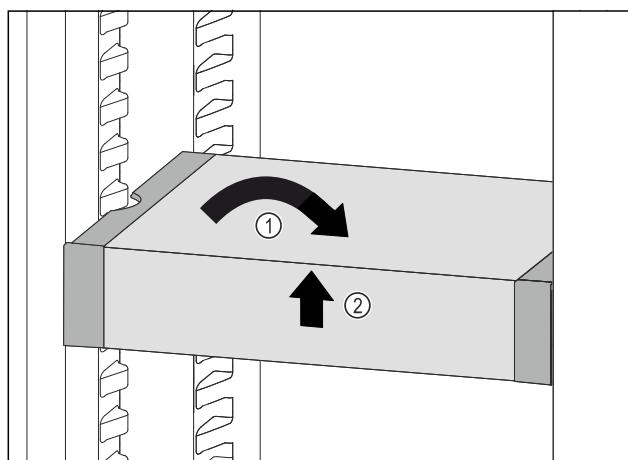

Fig. 120
- Изправете VarioSafe. Fig. 120 (1)
- Повдигнете VarioSafe отпред. Fig. 120 (2)